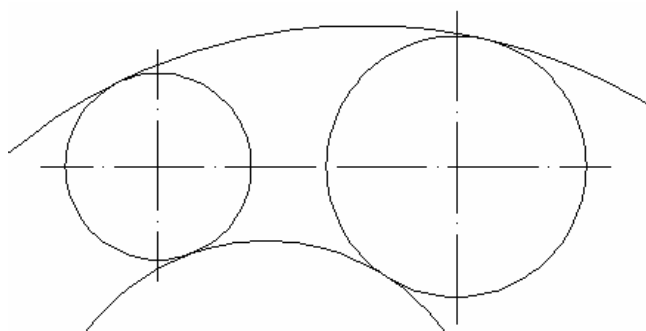

Рис. 2.21
**Построения** согласно рис. 2.21 (не забудьте включить слой **Построения**):
б) вычертить осевые линии в слое **Оси** (рис. 2.21);